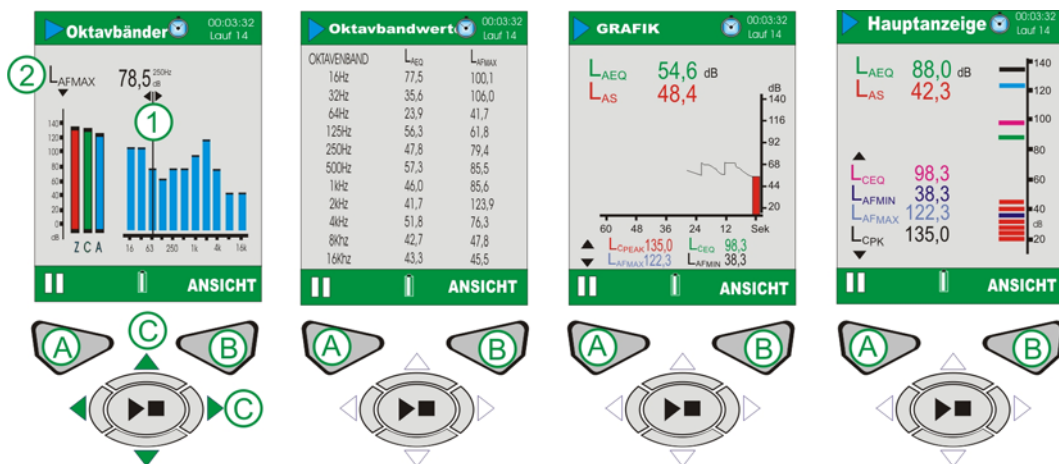

Abbildung 14 CEL-62XB Hauptmesslaufanzeigen
CEL-62XB (siehe Abbildung 14)
Das Cel-62XB und Cel-62XC erstellt zwei weitere Oktavbandanzeigen, siehe Abbildung 14. Mit der Ansichtstaste (B), schalten Sie zwischen den vier erhältlichen Anzeigen hin und her. Benutzen Sie die linke/rechte Cursortaste (C), um durch die Frequenzbänder auf der grafischen Anzeige zu takten (1). Benutzen Sie die nach oben/nach unten Cursortaste (C), um zwischen den Parametern LMAX und LEQ umzuschalten (2).